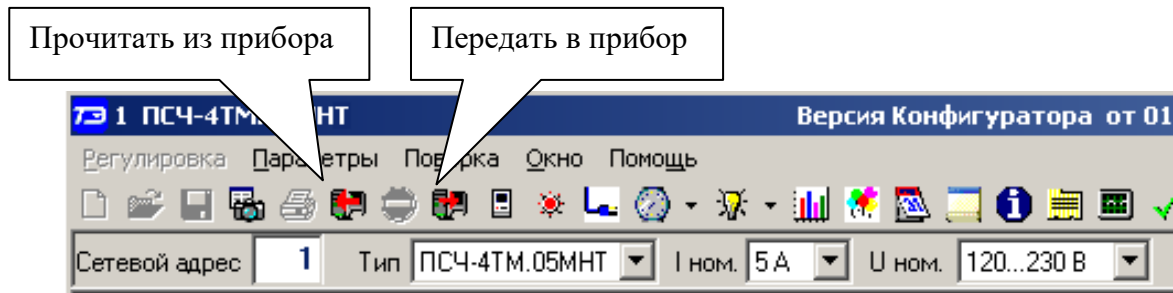

Рисунок 7 – Кнопки управления чтением/записью параметров
Следует иметь в виду для всех подчиненных форм конфигуратора, что если на поле формы отсутствует кнопка «Прочитать» или «Записать», то чтение/запись параметров производится посредством кнопок «Прочитать из прибора»/«Передать в прибор», расположенных на панели инструментов генеральной формы конфигуратора (рисунок 7).
10.2 Чтение установленных параметров перехода производится посредством кнопки «Прочитать их прибора», расположенной на панели инструментов генеральной формы (рисунок 7).
11.3.1 Чтение записанного в счётчик расписания праздничных дней производится по кнопке «Прочитать из прибора», расположенной на панели инструментов генеральной формы (рисунок 7). Прочитанные праздничные дни отображаются в информационном окне формы.
11.3.4 Для записи скорректированного расписания праздничных дней необходимо нажать кнопку «Передать в прибор», расположенную на панели инструментов генеральной формы конфигуратора (рисунок 7).